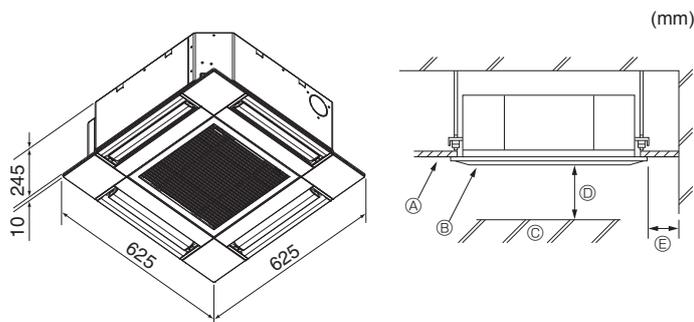

Fig. 3-1
3.1. Unutarnja jedinica (Fig. 3-1)